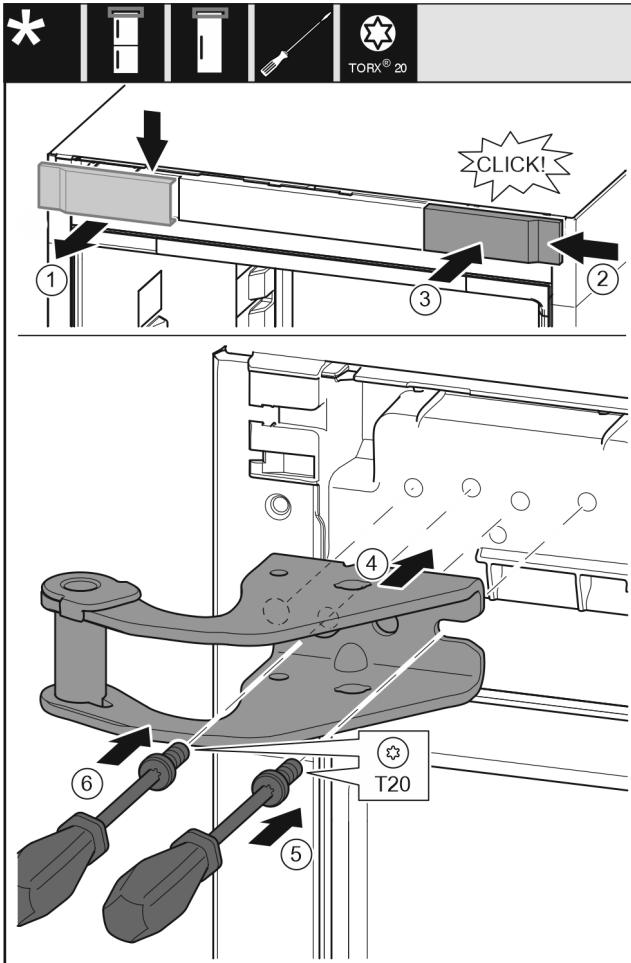

Fig. 10
- ▶ Skinite pokrov odozgo prema naprijed. *Fig. 10 (1)*
- ▶ Objesite pokrov okrenut za 180° na drugoj strani s desne strane. *Fig. 10 (2)*
- ▶ Pustite da pokrov uskoči. *Fig. 10 (3)*
- ▶ Postavite gornji podložak ležaja. *Fig. 10 (4)*
- ▶ Odvijačem T20 umetnите i pritegnite vijak. *Fig. 10 (5)*
- ▶ Odvijačem T20 umetnите i pritegnite vijak. *Fig. 10 (6)*